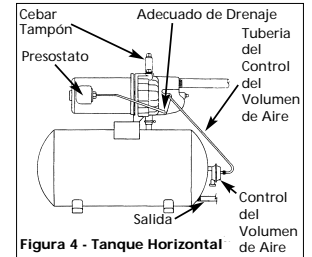

Figura 4 - Tanque Horizontal
1. Retire el tapón para cebar (Figura 4 o 5).